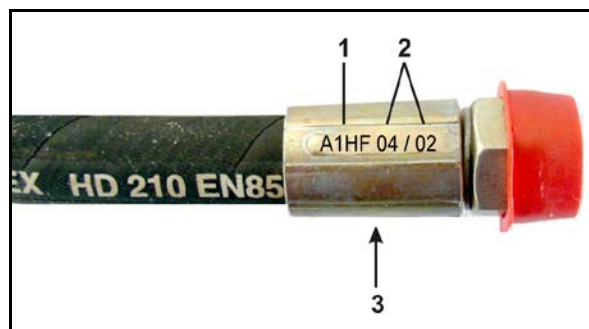

Fig. 163
1. Skru magnetkappen af (Fig. 163/1)
2. Fjern magnetspolen (Fig. 163/2)
3. Skru ventilstangen ud (Fig. 163/3) med ventilsæderne, og rengør med trykluft eller hydraulikolie.